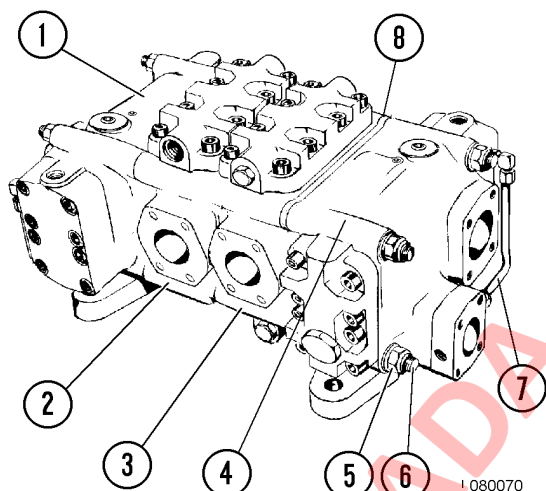
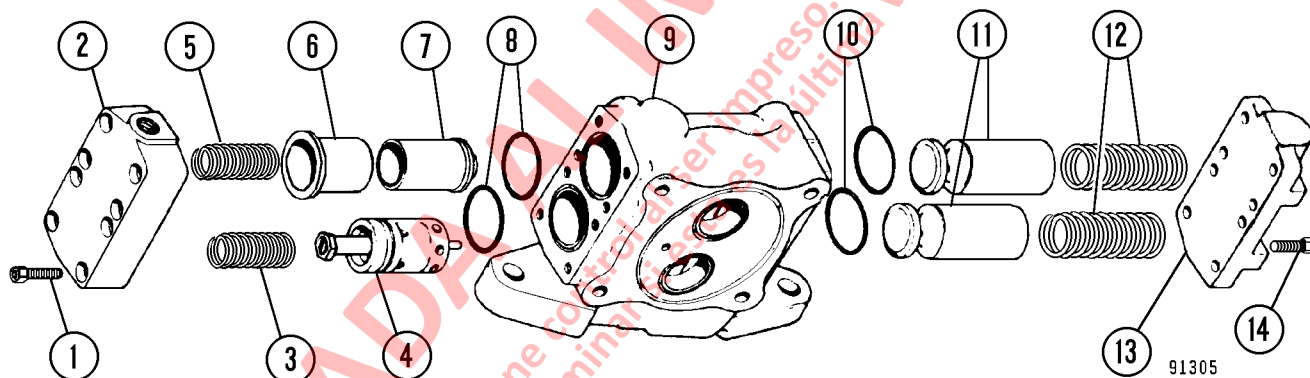

FIGURA 8-2. CONJUNTO DE LA VÁLVULA DE ELEVACIÓN
FIGURA 8-5. DESARME SECCIÓN DE ENTRADA
NOTA: La válvula de elevación se debe colocar con la placa separadora (8, Figura 8-2) hacia la parte delantera del camión.
1. Saque cuatro tuercas y arandelas del perno de acople principal (5, Figura 8-2) desde un extremo de la válvula. Deslice los tirantes de acoplamiento desde la válvula y separe las secciones.
- Desconecte el tubo externo (7, Figura 8-2) en el extremo de la cubierta. Retire los tornillos (14, Figura 8-5) y la cubierta (13). Retire los resortes (12), válvulas de retención (11) y los O-rings (10).
- Retire los tornillos (1, Figura 8-5) y la cubierta (2). Retire los resortes (3) y (5), además de la válvula de alivio principal/control de flujo (4). Retire la camisa (6), la válvula de alivio de baja presión (7) y los O-rings (8).
3. Instale las válvulas de retención (11, Figura 8-5) en sus respectivas cavidades. Instale los resortes (12).
4. Instale los O-rings (10) y la cubierta (13). Instale y apriete los tornillos (14) a **81 N·m (60 ft lb)**.
5. Instale la válvula de alivio de baja presión (7) en la camisa (6), luego instale el conjunto en la carcasa (9). Instale la válvula de alivio principal/control de flujo (4). Instale los resortes (3) y (5). Instale la cubierta (2). Instale y apriete los tornillos (1) a **81 N·m (60 ft lb)**. Conecte el tubo externo y apriete las tuercas a **34 N·m (25 ft lb)**.
NOTA: No es necesario sacar las secciones de entrada (1) o (4, Figura 8-2) para desensamblar la sección del carrete (2) o (3).